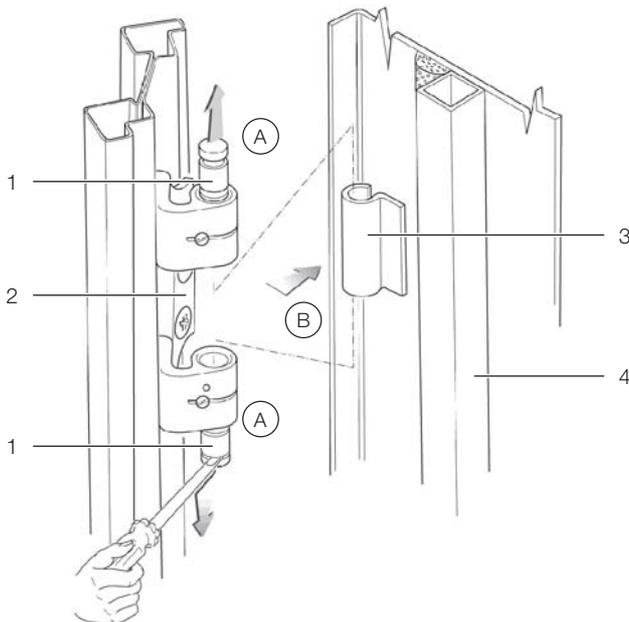

Рис. 13: Демонтаж дверного шарнира
- Разблокируйте четыре дверных шарнира. Для этого приподнимите шарнирные штифты при помощи подходящего инструмента (например, отвертки) и вытащите их до упора из шарнирного крепления (рис. 13, шаг А).
- Снимите дверь шкафа (рис. 13, шаг В).